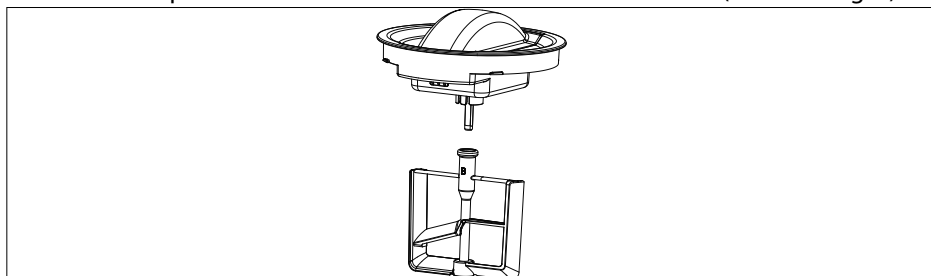

Fig. 6
- ▶ Montare la pala sull'albero di trasmissione del blocco motore (vedere la fig. 6).